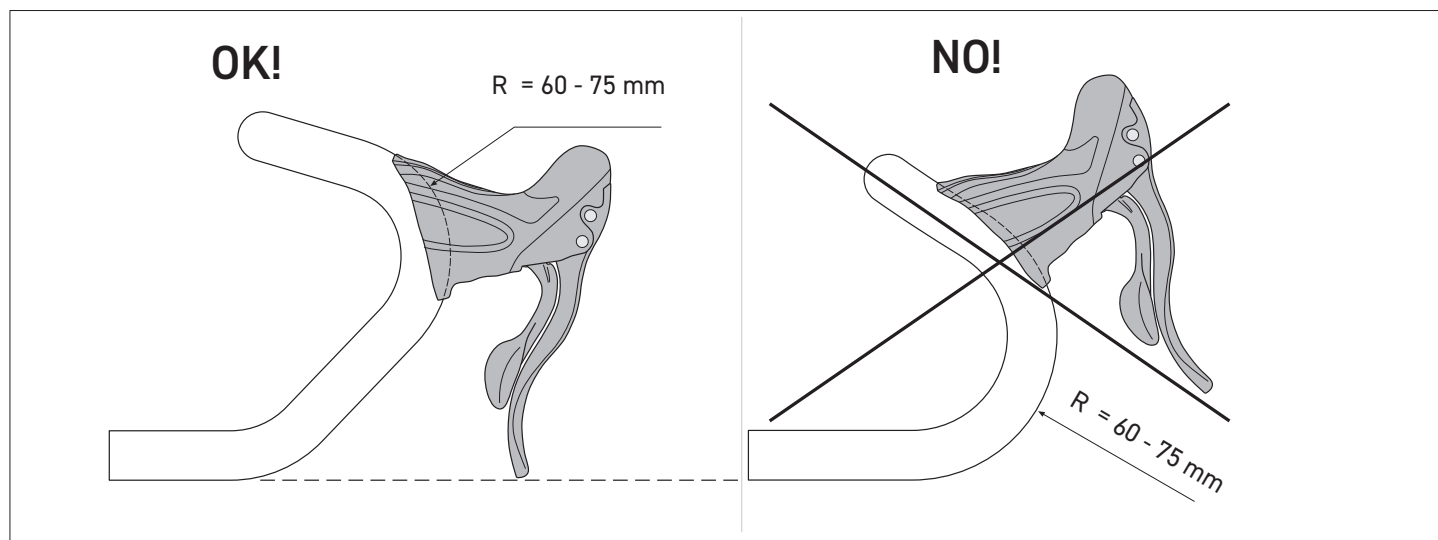

Fig.1
- Non alloggiare la parte superiore del comando nel tratto rettilineo del manubrio (Fig. 1).
- Alloggiare il comando nel tratto curvo con  $R = 60 - 75 \text{ mm}$  e diametro =  $23.8 - 24.2 \text{ mm}$  (compresa eventuale ovalizzazione) per garantire un fissaggio più efficace (Fig. 1).